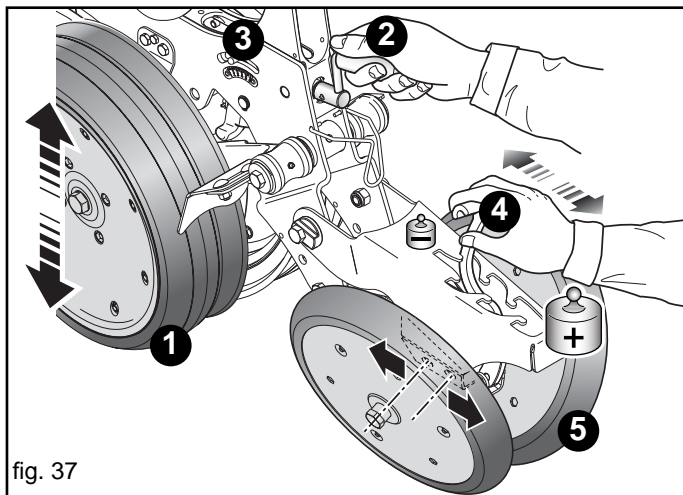
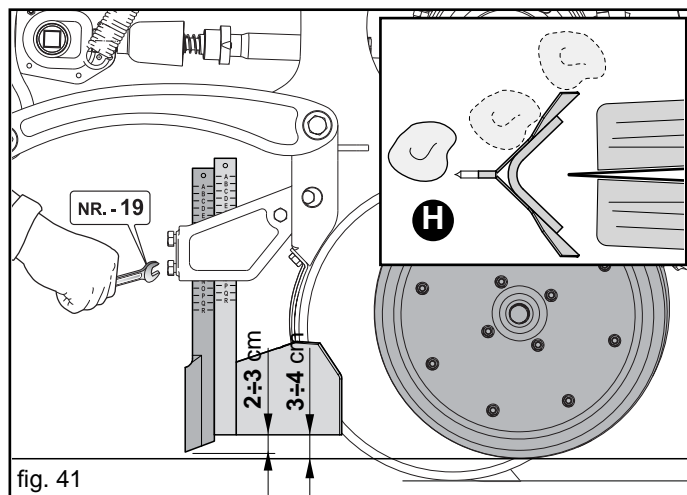

fig. 37
fig. 41
Regolare la profondità di semina variando l'altezza delle ruote laterali (1, Fig. 37) agendo con la manovella (2, Fig. 37). Un indice numerato (3, Fig. 37) consente di registrare ad eguale misura tutti gli elementi.
- con la leva (4, Fig. 37) regolare la pressione delle ruote inclinate posteriori per la chiusura ed il compattamento del solco di semina (5, Fig. 37).
In una corretta ed omogenea semina, determinante è l'azione dello spartizolle anteriore, che permette di liberare dalla dalla carreggiata delle ruote di profondità dell'elemento (1, Fig. 37), le zolle più grosse (H, Fig. 41), che potrebbero causare una irregolarità nella profondità di semina.
- Sul solo elemento esterno, abbassare lo spartizolle anteriore a 3÷4 cm dal livello creato dalle ruote di profondità dell'elemento di semina (Fig. 41), ed il puntale anteriore di circa 2÷3 cm dall'ala dello spartizolle.